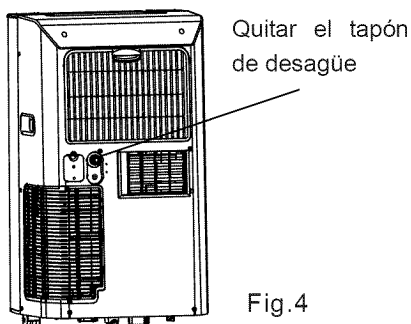

Fig.4
- Quite el tapón de desagüe desde la parte trasera de la máquina, adjunte una sección de la manguera de desagüe (incluida con esta máquina) al agujero. Coloque el extremo abierto de la manguera directamente sobre la área de desagüe en el suelo o en un depósito de agua (ver Fig. 4 y 5).
- Quite el tapón de goma encontrado en la parte trasera de la máquina y adjunte la manguera a la salida de desagüe. Coloque el extremo abierto de la manguera directamente sobre la área de desagüe en su suelo (Ver Fig. 4 y 5).